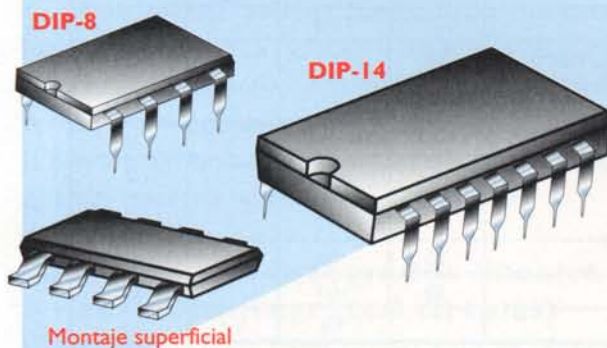

Figura 13.13. Encapsulados para amplificadores operacionales
**Encapsulados.** En la figura 13.13 se muestra el aspecto externo de algunos encapsulados comúnmente usados para los amplificadores operacionales de propósito general. Generalmente se suelen encapsular uno, dos o cuatro operacionales en un solo circuito integrado. En cuanto a su identificación, se hace por el sistema ya conocido de referencias conformadas por una combinación de letras y números según cada fa-